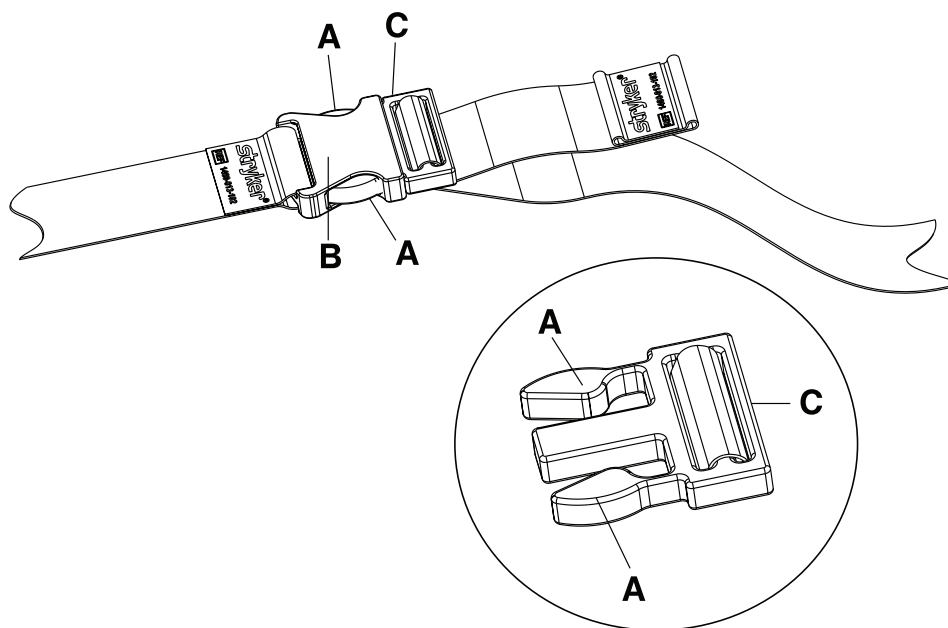
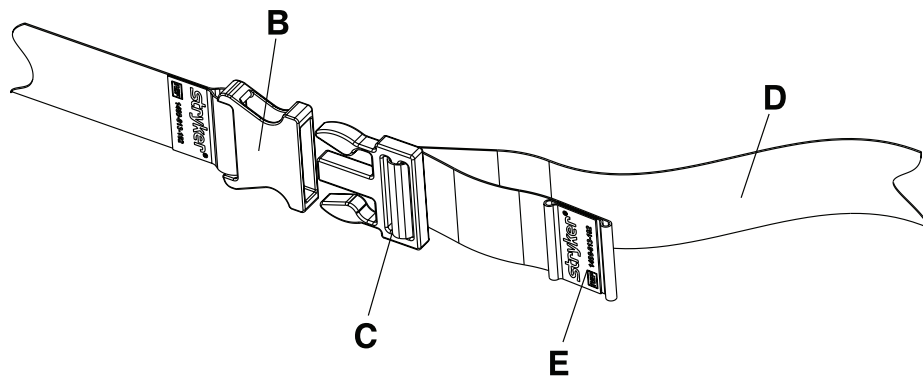

Figure 2-16 : Ouvrir la ceinture ventrale
Figure 2-17 : Fermer la ceinture ventrale
- Pour ouvrir la ceinture ventrale (Figure 2-16 à la page 2-28) :**
- Saisir et enfoncer les pattes (A) sur la partie mâle de la boucle.
- Tirer sur la partie femelle (B) et la partie mâle (C) de la boucle pour les séparer.
- Pour fermer la ceinture ventrale (Figure 2-17 à la page 2-29) :**
- Enfoncer la partie mâle de la boucle (C) dans la partie femelle de la boucle (B) jusqu'à entendre un clic.
- Avec une main, saisir la partie mâle de boucle (C) (Figure 2-16 à la page 2-28).
- Avec l'autre main, saisir la sangle (D) (Figure 2-17 à la page 2-29).
- Tirer la sangle à travers la partie mâle de la boucle (C) jusqu'à obtention de la longueur voulue.
- Avec une main, saisir la partie femelle de la boucle (B) (Figure 2-16 à la page 2-28).
- Avec l'autre main, saisir l'extrémité ourlée de la sangle (E) (Figure 2-17 à la page 2-29).
- Tirer la sangle à travers la partie mâle de la boucle (C) jusqu'à obtention de la longueur désirée.
- S'assurer que la partie mâle de la boucle (C) est bien fixée. Ne pas laisser la longueur excédentaire de sangle pendre ou s'enchevêtrer dans les roues.